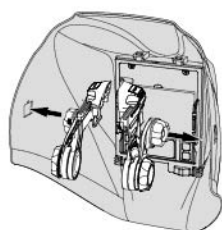

fig.12
- Abbinare ciascun adattatore al lato corretto del guscio dell'elmetto (vedere fig. 12).